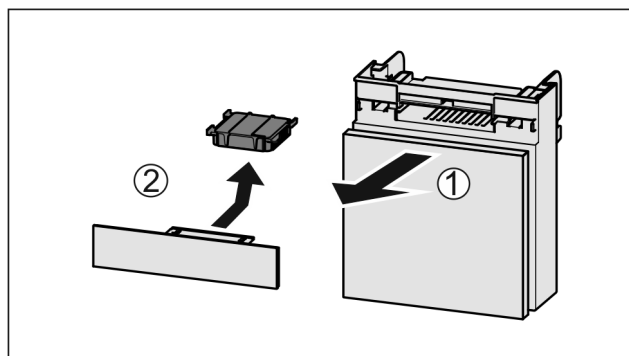

Fig. 134
- ▶ Wyciągnąć Fig. 134 (1) komorę do przodu.
- ▶ Wyjąć Fig. 134 (2) filtr z węglem aktywowanym.